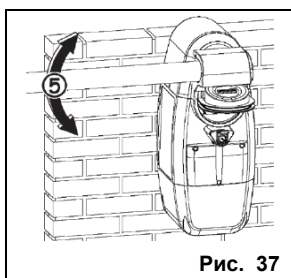

Рис. 37
3. Вручную передвинуть стрелу. Рис. 37.